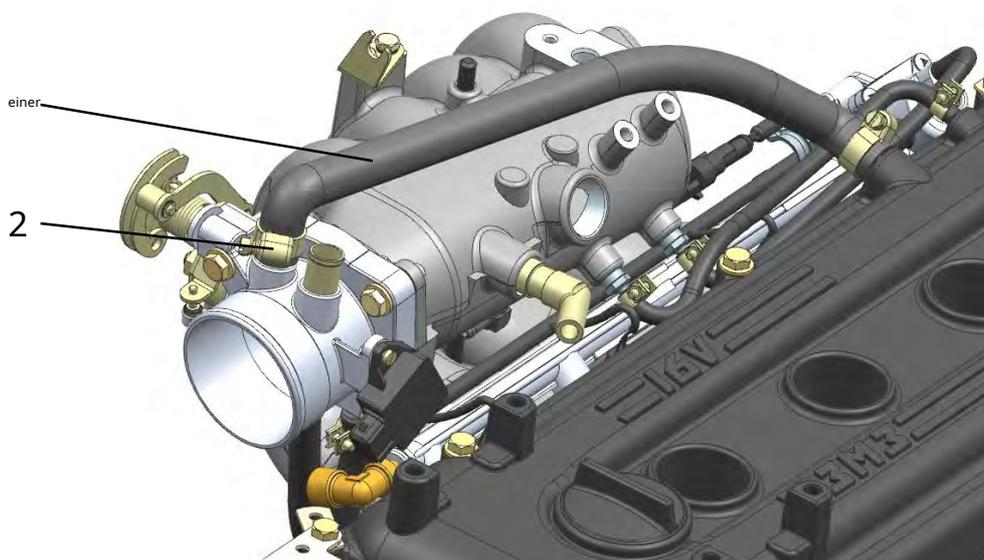

Abb. 201. Den Hauptschlauch der Kurbelgehäuseentlüftung einbauen:
**fünf.** Schlauch 1 (Abb. 201) des Hauptabzweigs der Kurbelgehäuseentlüftung mit gut